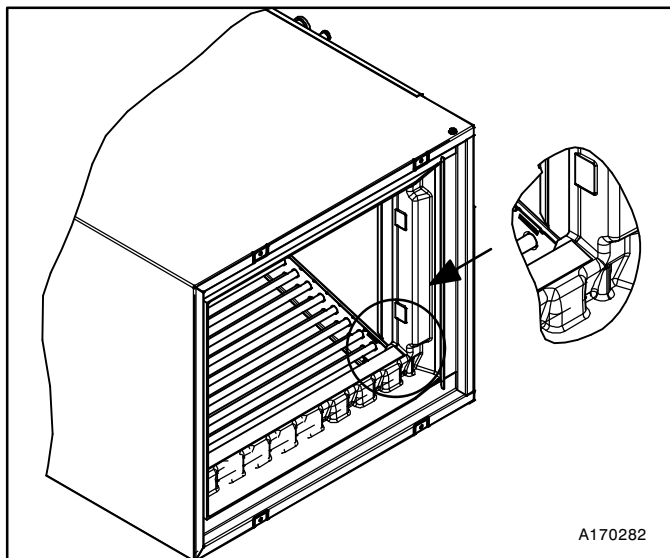

Figure 6 – Emplacement du ruban isolant en liège pour l'extension du bac d'évacuation des condensats
6. Utilisez du ruban isolant en liège pour assurer l'étanchéité entre les faces intérieures de l'extension du bac et l'avant du bac de récupération vertical, conformément à la **Figure 6.**